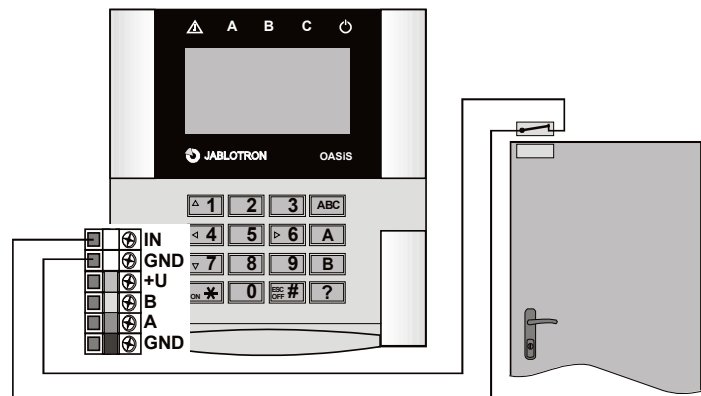

Abb. 2 Anschluss des Türöffnungsdetektors
4. **Installieren Sie den Türdetektor** (wenn Sie ihn einsetzen wollen) und schließen Sie seinen Kabel in die Klemmen IN und GND an. (Abb. 2). Wenn der Eingang nicht benutzt wird, muss er geklemmt sein.